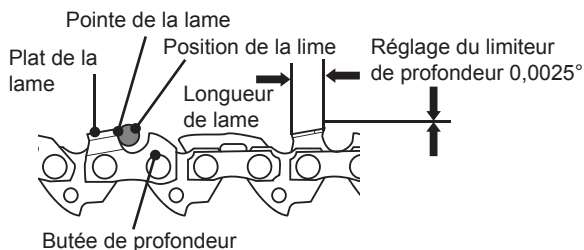

Fig.44
- > Vérifiez la hauteur des limiteurs de profondeur à l'aide d'un instrument de mesure prévu à cet effet. Ces instruments de mesure sont disponibles dans la plupart des magasins d'outillage (Fig.44).